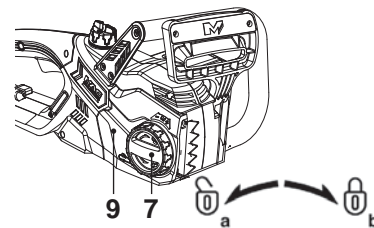

Fig. 1
2. Desserrez le couvercle [9] en tournant la molette de verrouillage [7] dans le sens inverse des aiguilles d'une montre (Fig. 1, a), puis ôtez-le.